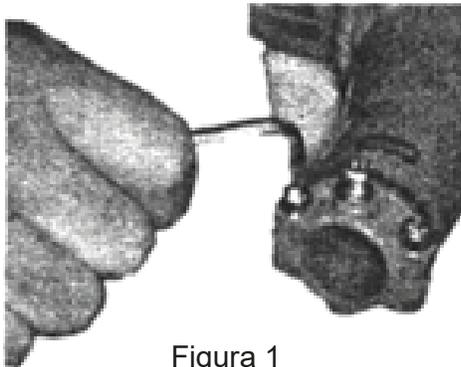

Figura 1
2. Use la llave Allen de 4mm para aflojar la abrazadera del tubo como se muestra en la Figura 1.